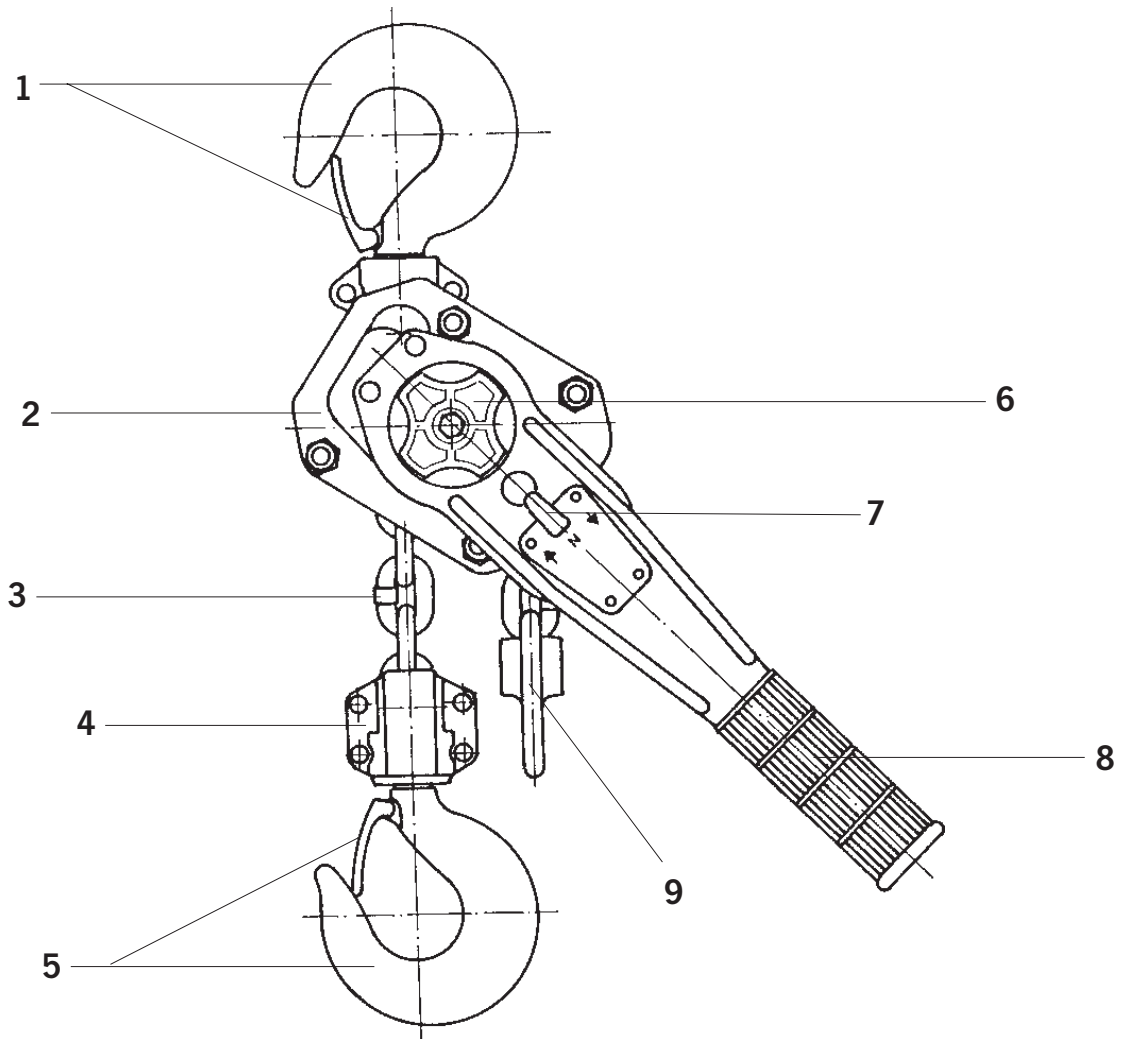

Fig. 11
- Non utilizzare i ferma catena come normali fine corsa (Fig. 11);
Il ferma catena deve essere collegato all'estremità libera della catena (Fig. 11).
Ruotare la leva di selezione del movimento (Fig. 11) in posizione neutra (posizione centrale). La catena può ora essere tirata in entrambe le direzioni così da portare il gancio di sollevamento alla posizione desiderata con estrema facilità.
Ruotare la leva di selezione del movimento in posizione sollevamento , \uparrow ' (Fig. 11).
Ruotare la leva di selezione del movimento in posizione discesa , \downarrow ' (Fig. 11). Azionare la leva a mano pompando verso il basso.